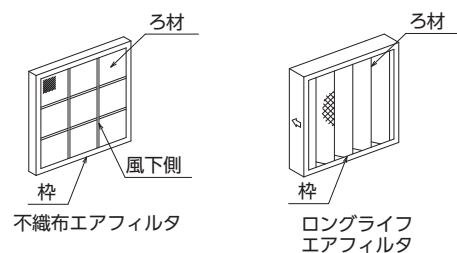

図 3-21 粗塵フィルタ
- ・ 不織布エアフィルタ、ロングライフエアフィルタなど（図 3-21 参照）